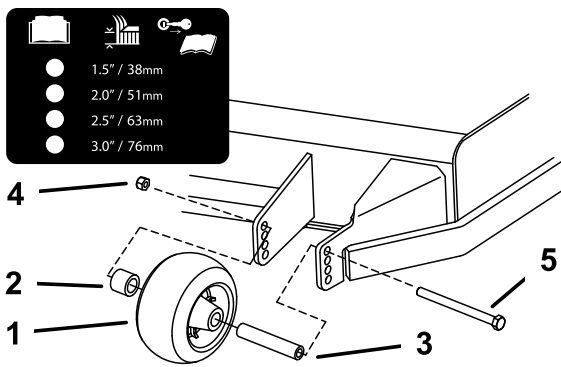

Bild 36
3. Stellen Sie die Antiskalpierrollen ein, wie in Bild 36 abgebildet.